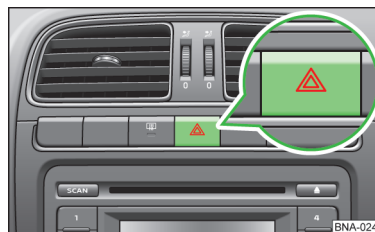

Fig. 32
- To **switch on/off**, press the \triangle button » **fig. 32**.